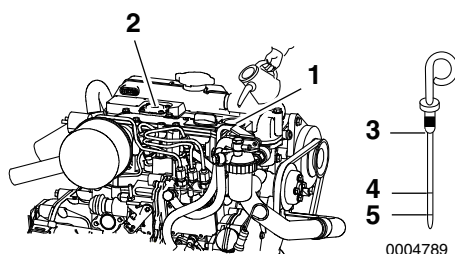

Figura 6
2. Remova a vareta do óleo(**Figura 6, (3)**) e limpe-a com um pano limpo.
4. Remova a vareta do óleo. O nível de óleo deve estar entre as linhas superior (**Figura 6, (4)**) e inferior (**Figura 6, (5)**) da vareta do óleo.
1. Remova o tampão amarelo da porta de enchimento de óleo da porta de enchimento (**Figura 6, (1)**) na cobertura do braço do oscilador (**Figura 6, (1)**) e encha de óleo do motor.
2. Encha de óleo do motor até ao limite superior (**Figura 6, (4)**) da vareta de óleo (**Figura 6, (3)**).